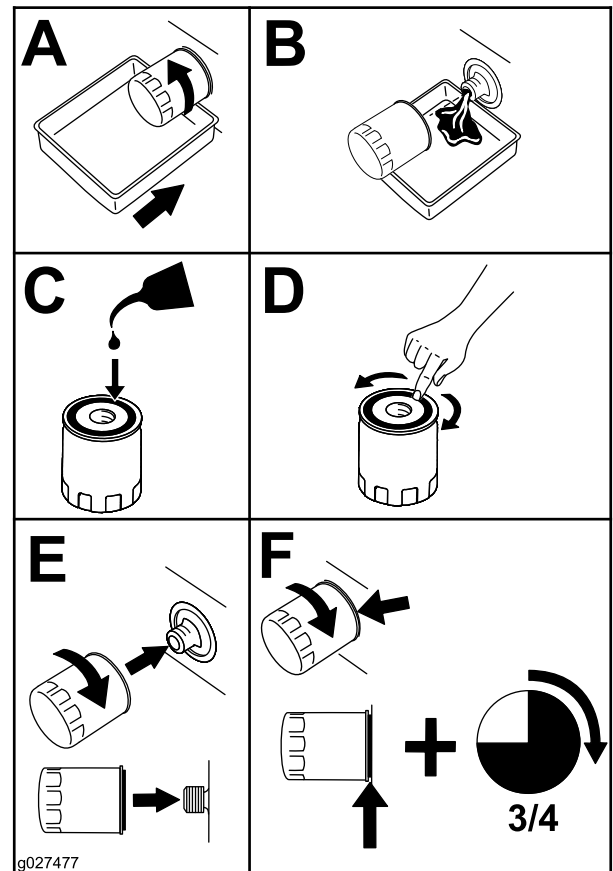

Figura 30
4. Sustituya el filtro de aceite (Figura 30).